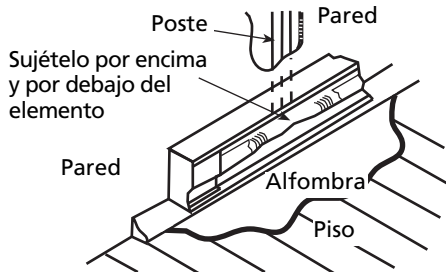

Figura 3
- Retire la cubierta del compartimiento de cableado en el extremo del calentador por donde entra el cable de alimentación eléctrica. Determine la ubicación de montaje deseada (Figura 3), coloque el calentador contra la pared como debe ser y marque en la pared (o en el piso) el punto o lugar por donde va a entrar la alimentación eléctrica al calentador.